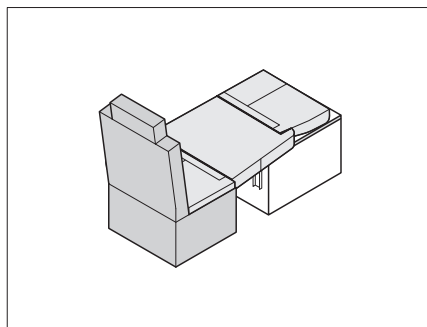

Fig. 229 Positionner les coussins d'assise
- Mettre en place les coussins de dossier et les coussins d'assise comme indiqué dans Fig. 229 sur la table abaissée.